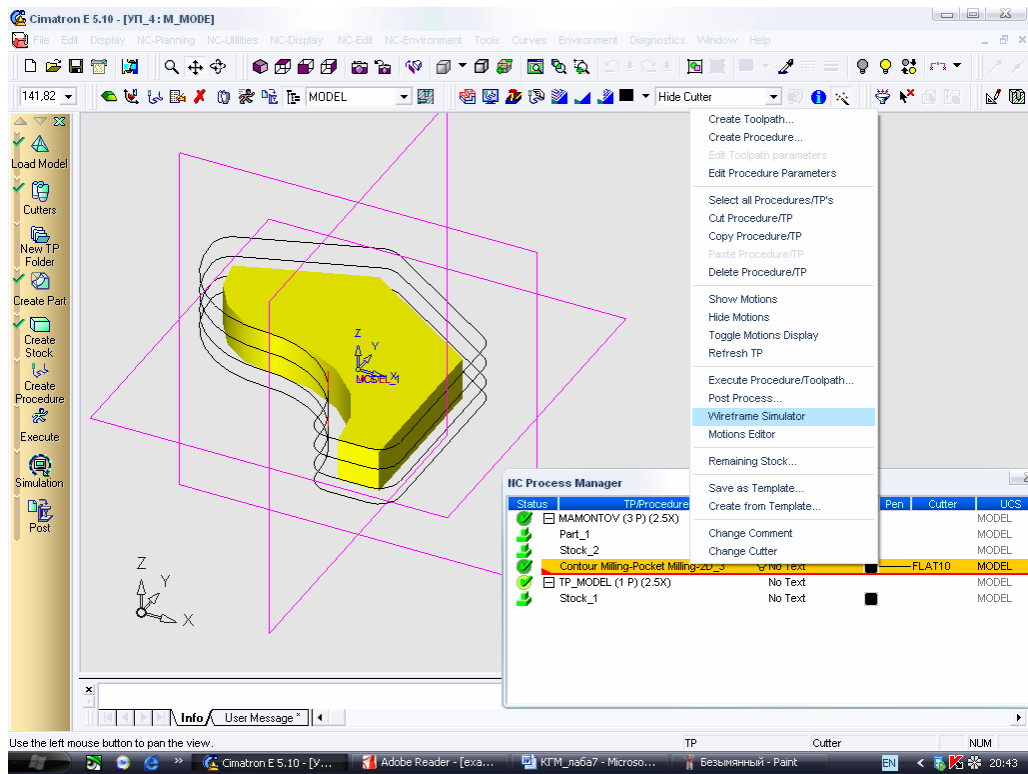
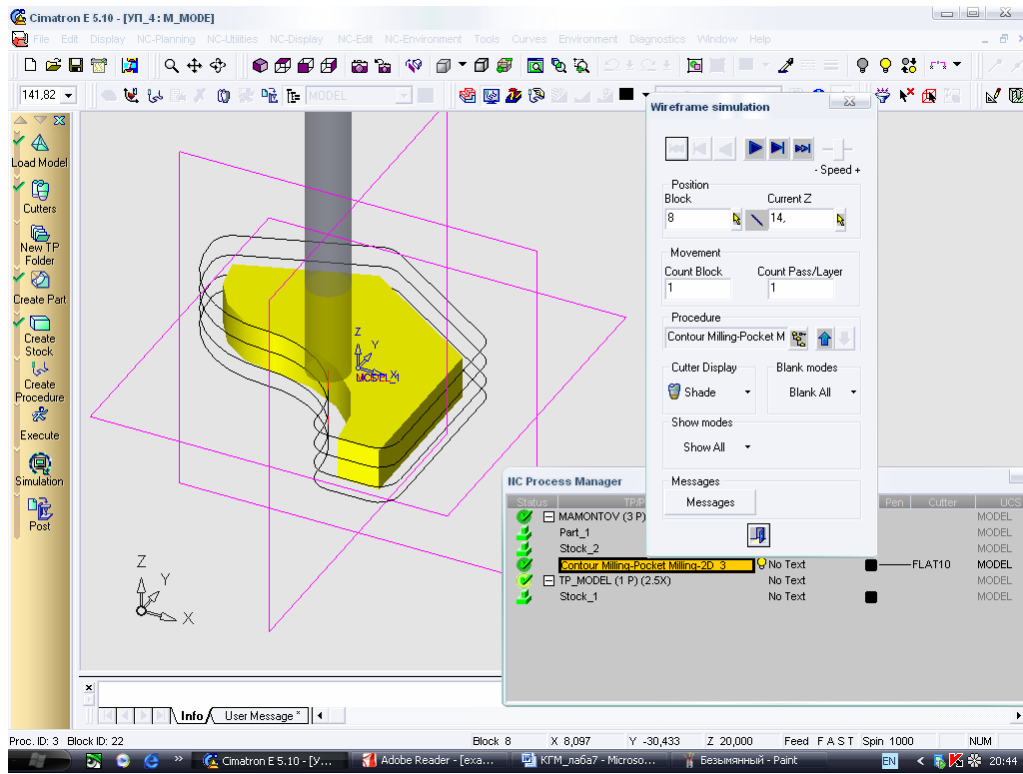

Рисунок 36 - Выбор каркасного симулятора
Рисунок 37 - Каркасная симуляция
9. Каркасная симуляция. Для выполнения каркасной симуляции нажимаем ПКМ на строке процедуры в окне диспетчера обработки и в открывшемся контекстном меню (рисунок 36) выбираем пункт Wireframe Simulator (Каркасный симулятор). После этого появляется диалоговое окно симулятора (рисунок 37), в котором присутствуют кнопки Step Forward/Backward by 'count' block (Шаг вперед/назад к следующей позиции), нажатием на которые обеспечивается пошаговое перемещение инструмента. На рисунках 37-39 показано соответственно начальное положение, одно из промежуточных и положение инструмента перед выходом из зоны обработки.